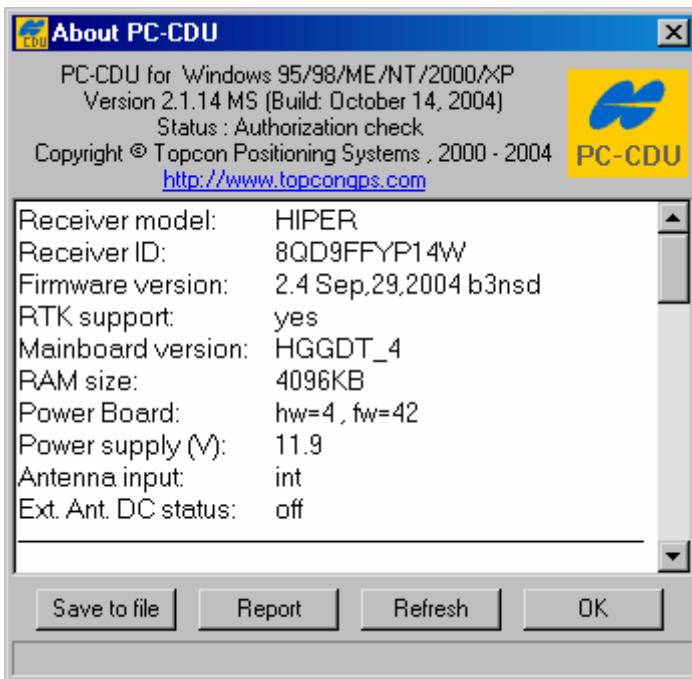

Рисунок 4-12. О PC-CDU
- Выберите пункт меню **Help > About (Помощь > О программе)**. Откроется диалоговое окно **About PC-CDU** (см. рис. 4-12).